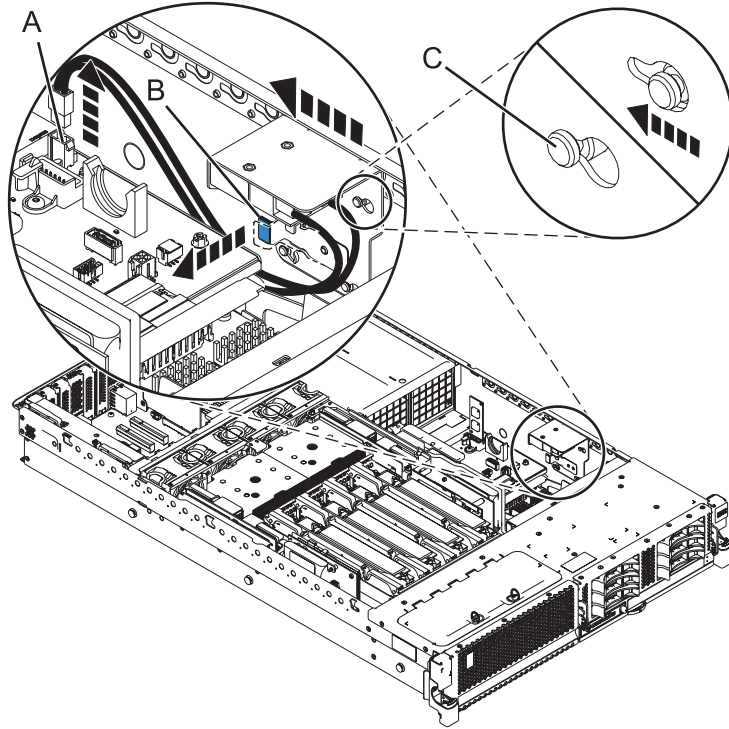

Figure 1. Retrait d'un commutateur de verrouillage d'alimentation d'un système monté en armoire
7. Déconnectez le câble d'interface de son emplacement de connexion à la carte mère **(A)**, comme cela est indiqué dans la figure 1, à la page 3.